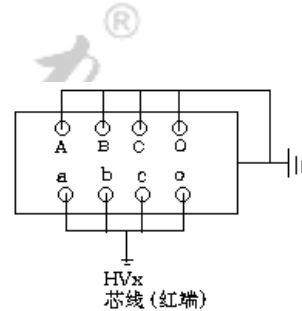

图 14 变压器接法
(2) 测C1：接线见图14，基本操作同测C2。
(3) 二次绕组对一次绕组及地
- A. 接线见图 14